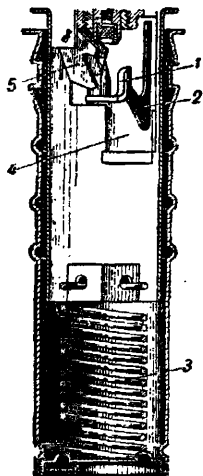

Рис. 7. Воспламеняющий механизм гранаты обр. 1933 г.
10. **Воспламеняющий механизм гранаты** (рис. 7) состоит из: боевой скобы с ударником, боевой пружины, вкладыша, предохранительной чеки и предохранителя запала.